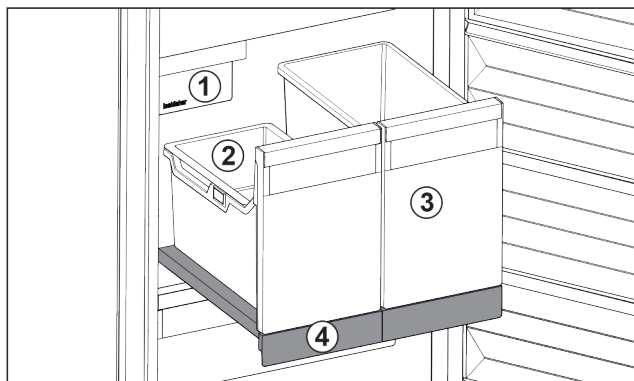

Fig. 98 Vyťahovacia polička s IceTower
Na vyťahovacej poličke sú dve vysoké nádoby (IceTower). V nádobe Fig. 98 (2) sa hromadia a skladujú kocky ľadu z IceMaker. Nádoba Fig. 98 (3) sa hodí na skladovanie vysokých potravín, ako sú pizze alebo alkoholické nápoje.